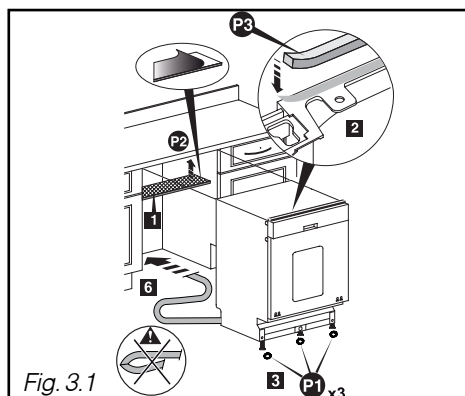

Fig. 3.1
- Collez l'anti-buée **P2** (Fig. 3.1)
- Collez la mousse d'encastrement **P3** (Fig. 3.1)
- Clippez les trois coupelles **P1** sous les patins pour faciliter le glissement du lave-vaisselle (Fig. 3.1).